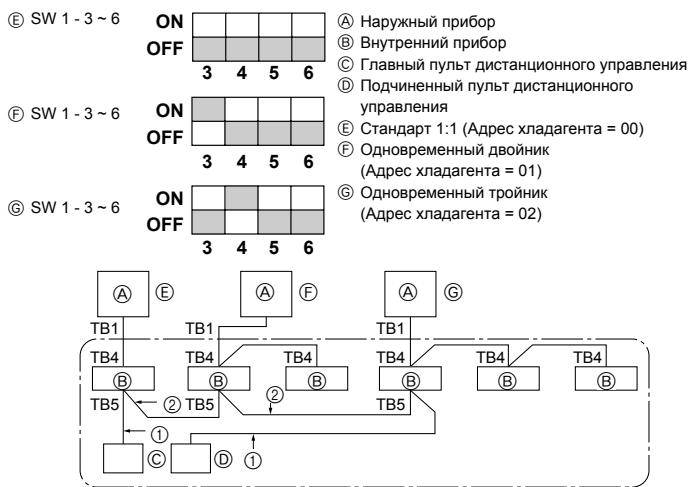

Fig. 9-1
③ Поскольку прибор автоматически останавливается через приблизительно две-три минуты после процедуры восстановления хладагента (индикаторы LED1 и LED2 горят), необходимо быстро закрыть запорный клапан газа. Пока индикаторы LED1 и LED2 горят и наружный прибор остановлен, полностью откройте запорный клапан жидкости и через три минуты повторите шаг ②.
④ Отключите питание (автоматическим выключателем).
9. Управление системой (Fig. 9-1)